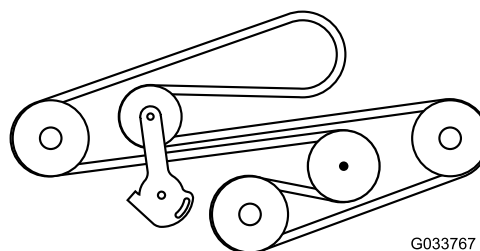

Figura 66
7. Instale la correa, enrutándola como se muestra en Figura 66.